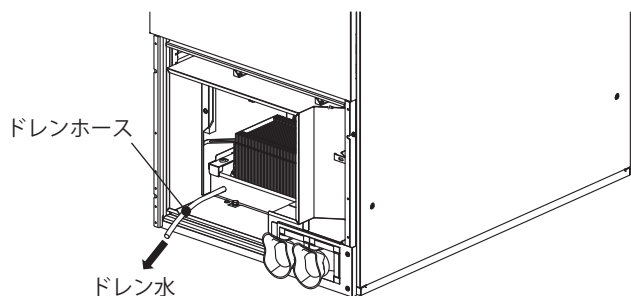

図8
③ドレンホースを後ろに倒してドレン水を排水してください（図8）。
ドレンパンを取り出す前に事前にドレンホースを利用し、ドレンパンより受け皿（お客様用意）に排水してください。また、ドレンホースを倒す際にはドレンホースより水が勢いよく飛び出すおそれがありますので、十分注意して行ってください（図8）。